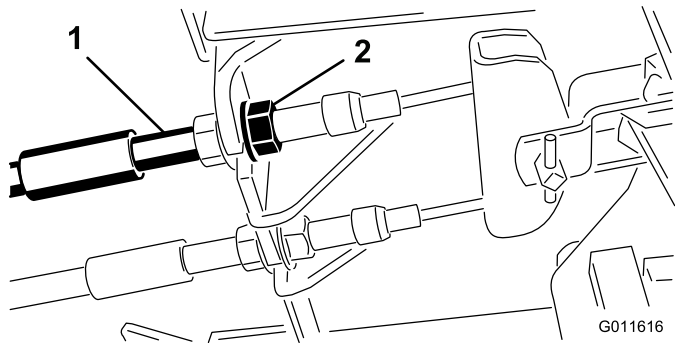

Figura 69
1. Para reducir la holgura de los pedales de freno, apriete los frenos aflojando la tuerca delantera del extremo roscado del cable de freno (Figura 69).